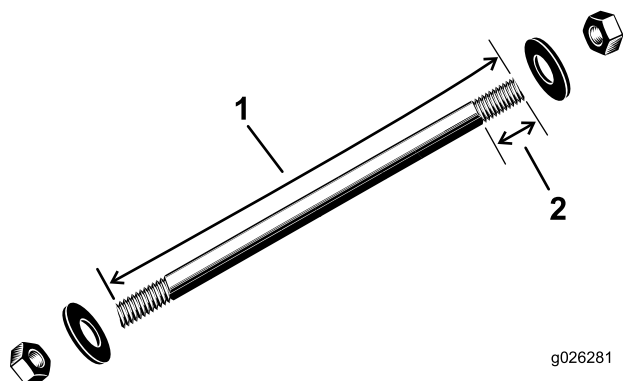
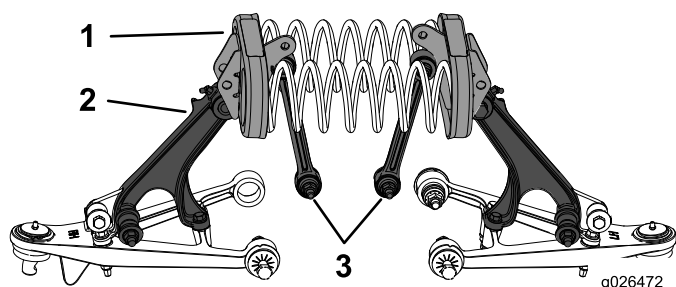

Figura 17
Figura 18
1. Utilizzando uno strumento per molle di compressione come indicato in Figura 17, montate l'asta della molla di compressione attraverso i fori di ciascun supporto della molla (Figura 18).